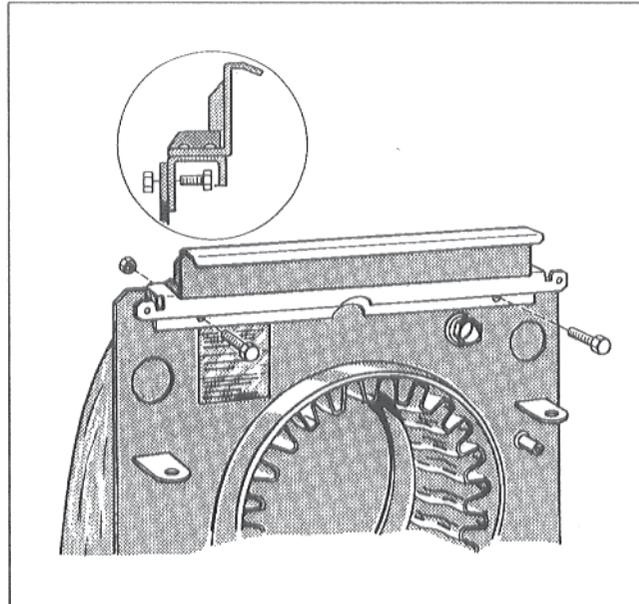
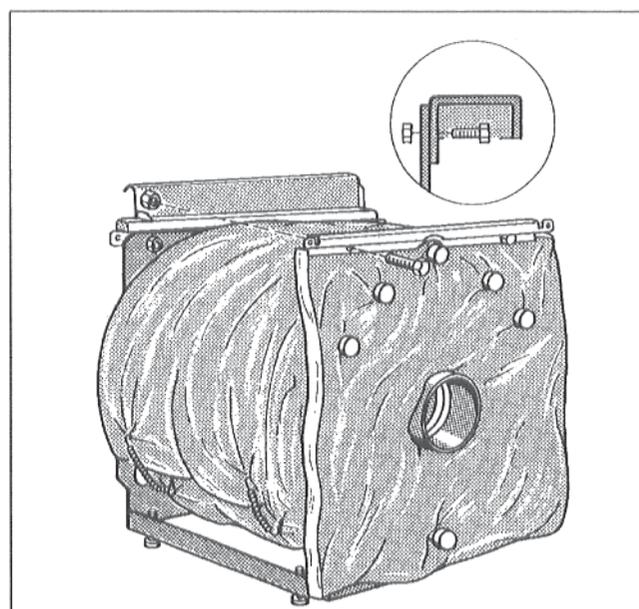

Рис. 7
Рис. 8
- Привинтить траверсу сверху на переднюю и заднюю стенки корпуса котла (Рис. 7 + Рис. 8).
Траверсу с приклепанной удерживающей планкой привинтить к передней стенке (Рис. 7).
- Теплоизоляцию задней стенки установить таким образом, чтобы соединительные элементы котла и патрубок отходящего газа оставались свободными (Рис. 8).